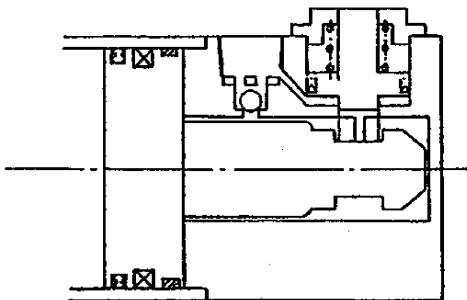

図2
- (b) さらにシリンダのピストンがストロークエンドに近づき、スリープの溝⑥がストッパピストンの位置まで来るとストッパピストンはスプリング④によって押し戻されストッパピストンが溝に入り込みロックされます。(図2)